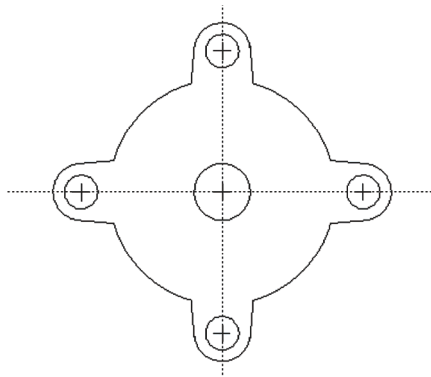

图 4-21 打开模型文件
STEP 01 单击快速访问工具栏中的“打开”按钮, 打开模型文件, 如图 4-21 所示。